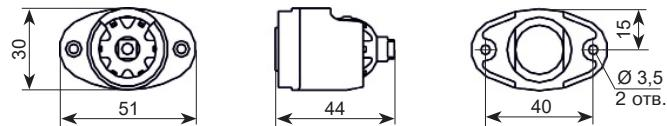

Рисунок 4
- **При установке без кронштейна:** открутите фиксирующий винт и извлеките плату из основания корпуса, вскройте отверстия в основании, просверлите в стене отверстия согласно отверстиям в основании (рис. 4а), установите в отверстия дюбеля и закрепите основание на стене при помощи шурупов, установите плату в основание, зафиксируйте винтом.
- **При установке датчика на кронштейн:** просверлите в стене отверстия, согласно отверстиям на основании кронштейна (рис. 4б), установите в них дюбеля. Вставьте поворотный шар в кронштейн и закрепите кронштейн на стене при помощи шурупов. Вскройте в основании корпуса отверстие для крепления к кронштейну и закрепите основание на кронштейне с помощью винта.